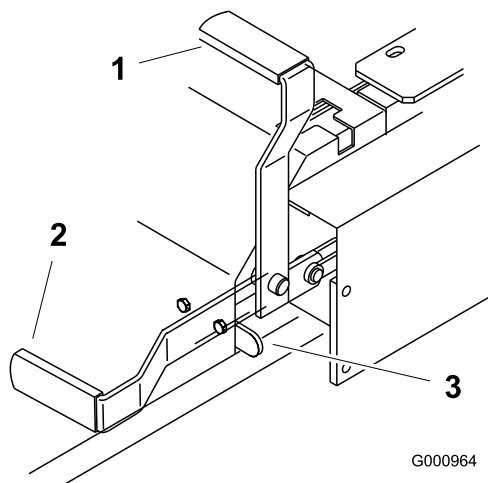

Figura 11
2. Alzate la leva del freno di stazionamento e tiratela indietro per innestare il freno (Figura 11). La leva del freno di stazionamento deve rimanere saldamente innestata.
Spingete in avanti ed abbassate la leva del freno di stazionamento per rilasciare il freno (Figura 11). Il freno di stazionamento è disinnestato e la leva poggia contro l'arresto del freno.